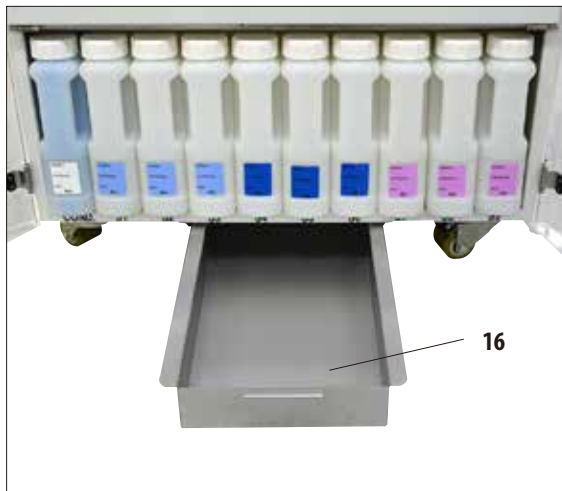

Bild 53
- Kontrollera droppbrickan (**16**) regelbundet och se till att inget reagensläckage förekommer. Det gör du genom att hålla brickan i handtaget (bild 53) och dra ut den. Töm brickan om det behövs.